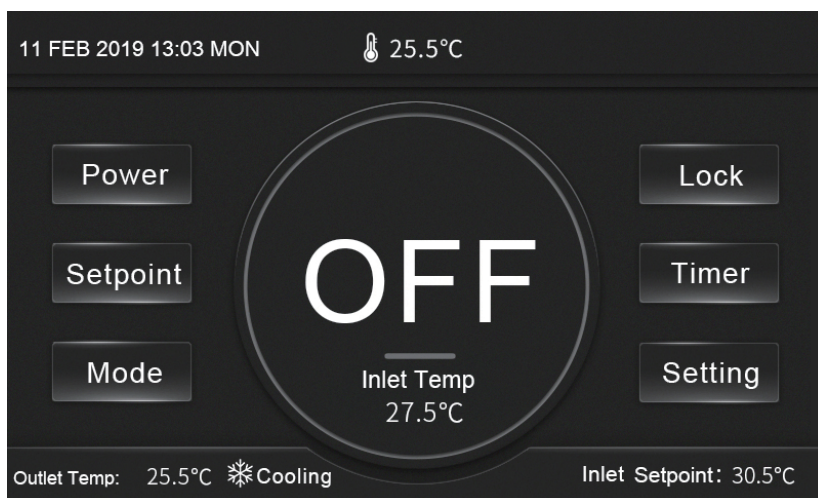

Рис.2 Інтерфейс вимкнення живлення
(2) Вибір режиму
У головному інтерфейсі натисніть кнопку «Mode» ③, щоб вибрати режим охолодження або обігріву. Потім рядок стану ⑧ відобразить поточний робочий стан. У головному інтерфейсі увімкнення живлення (рис. 2) колір кола дисплея ⑨ змінюватиметься відповідно до робочого стану (охолодження: синій; нагрівання: червоний).
(3) Налаштування заданої температури